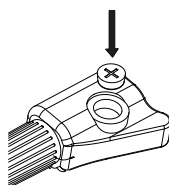

fig.2
---Coloque la pila CR2032 en su alojamiento, el polo positivo de la pila (+) debe mirar hacia fuera (fig. 2).